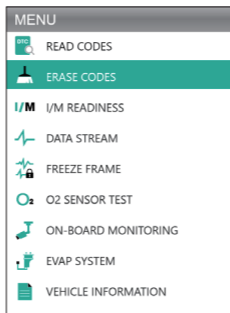

Abbildung 3.3.1
- Wählen Sie das Symbol "Codes löschen" (siehe Abbildung 3.3.1) und drücken Sie [OK].